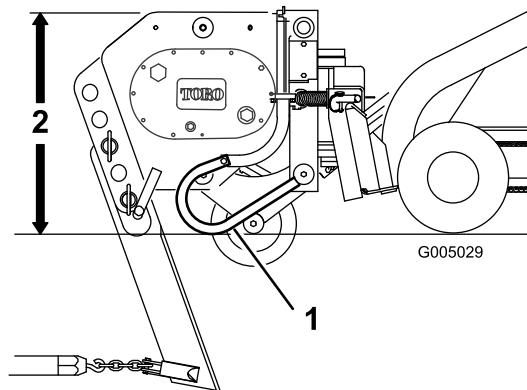

Figura 7
5. Inclinate completamente all'indietro la piastra dell'accessorio in modo che la sommità dell'interratore sia parallela al suolo (Figura 7).
L'indicatore si trova sul lato sinistro dell'interratore rivolto verso la trattrice. Un gruppo asta collega l'indicatore con il livello del terreno. Quando l'interratore è sollevato, l'indicatore si sposta verso il basso. Le tacche riportate sull'indicatore mostrano la variazione di profondità rispetto alla profondità massima a cui state eseguendo lo scavo. L'indicatore è tarato in pollici e riporta un intervallo di valori compreso tra +2 e -3 (che equivalgono, rispettivamente, a +5 e -7,6 cm). Il valore zero indica la profondità massima del solco scavato, mentre il valore -3 indica una profondità di 3 pollici (7,6 cm) al di sopra della profondità massima. Le figure Figura 6 e Figura 7 illustrano l'indicatore.